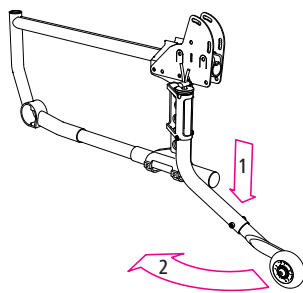

Рис.21
1. Натисніть колесо проти перекидання рукою вниз (1, рис. 21).
2. Після цього колесо проти перекидання можна повернути всередину (2, рис. 21).